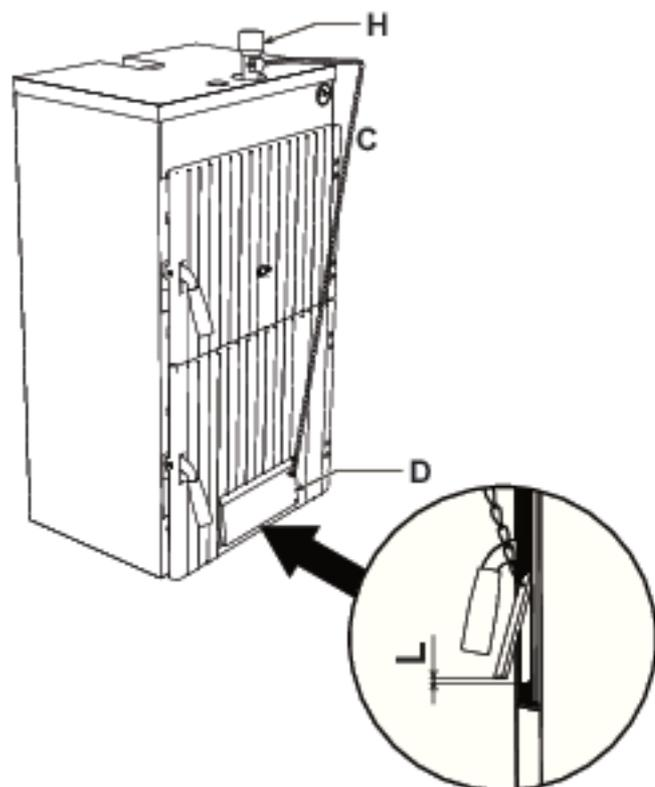

рис. 2 - Монтаж
2. Установите термостатический регулятор "Н" рис. 2.
4. С помощью предусмотренного для этой цели винта регулируйте дверцу воздухооборника так, чтобы при опущенной дверце зазор для прохода воздуха составлял 1 - 2 мм, но не более. При холодном котле поставьте термостат на 80°. Прикрепите защелку "С" к проушине "D" дверцы воздухооборника и регулируйте ее длину так, чтобы зазор для прохода воздуха "L" (рис. 2) составлял около 15 мм при использовании каменного угля "сок в 8" и 2 мм при использовании древесного топлива.
С помощью предустановленного для этой цели винта регулируйте дросель воздухозаборника так, чтобы при опущенной дросель величина зазора для прохода воздуха составляла 1-2 мм, но не более. При холостой работе поставьте термостат на 0°. При работе целиком прокрутите дросель воздухозаборника и регулируйте ее длину так, чтобы зазор для прохода воздуха "L" (рис. 2) составлял около 15 мм при использовании известного типа "coke III" и 2 мм при использовании древесного топлива.